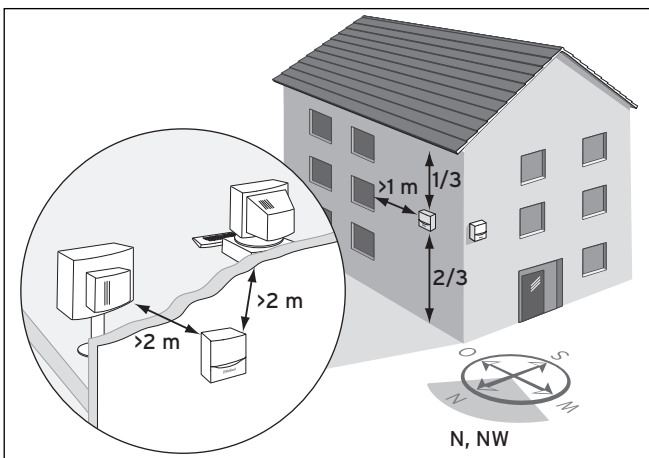

Abb. 4.6 DCF-Empfänger Installationsort
- Ziehen Sie die Überwurfmutter (→ **Abb. 4.6, 2**) wieder an. Die Dichtung in der Kabeldurchführung passt sich dem Durchmesser des verwendeten Kabels an (Kabeldurchmesser: 4,5 mm bis 10 mm).